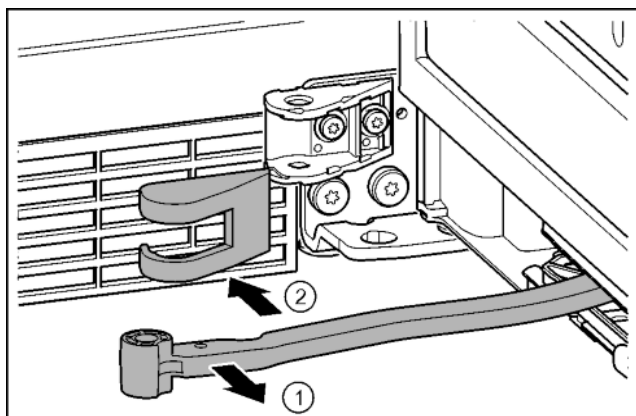

Fig. 18
▶ Повернуть шарнир в направлении двери. Fig. 18 (1)
▶ Снять крышку опорного кронштейна. Fig. 18 (2)